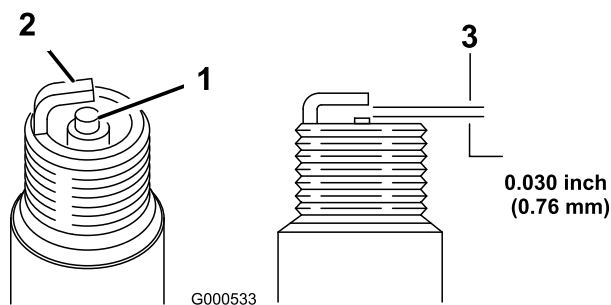

Figure 33
1. Examinez le centre de la bougie (Figure 33). Si le bec de l'isolateur est recouvert d'un léger dépôt gris ou brun, le moteur fonctionne correctement. S'il est couvert d'un dépôt noir, c'est généralement signe que le filtre à air est encrassé.
2. Contrôlez l'écartement entre l'électrode centrale et l'électrode latérale (Figure 33). Courbez l'électrode latérale (Figure 33) si l'écartement est incorrect.